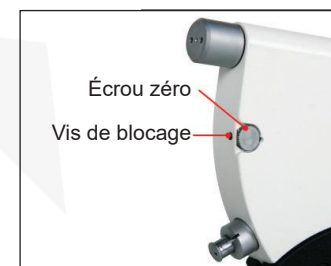

Fig.1
- Desserrez la douille de verrouillage, placez le bloc étalon entre les deux surfaces de mesure et tournez l'écrou de réglage. Lorsque les deux surfaces de mesure sont en contact avec le bloc étalon, continuez à tourner l'écrou de réglage jusqu'à ce que l'aiguille indique la position zéro, puis serrez la douille de verrouillage. Secouez légèrement le bloc étalon pour qu'il soit complètement en contact avec les deux surfaces de mesure. Si l'aiguille ne bouge pas, la mesure peut être effectuée directement ; si elle bouge, tournez l'écrou zéro jusqu'à ce que l'aiguille indique zéro, puis serrez la vis de verrouillage (Fig. 1).